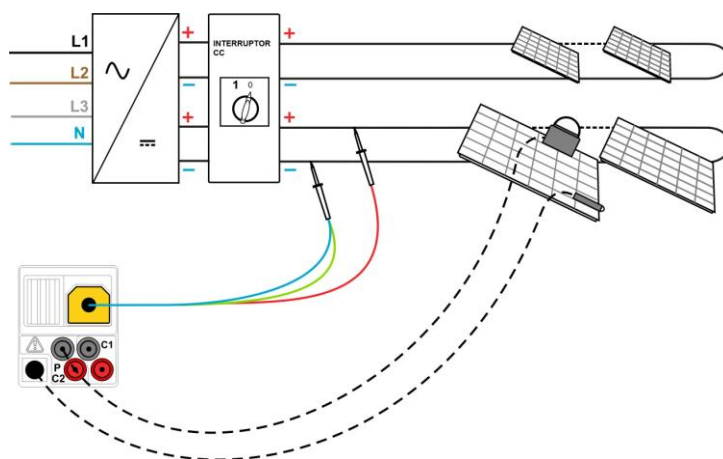
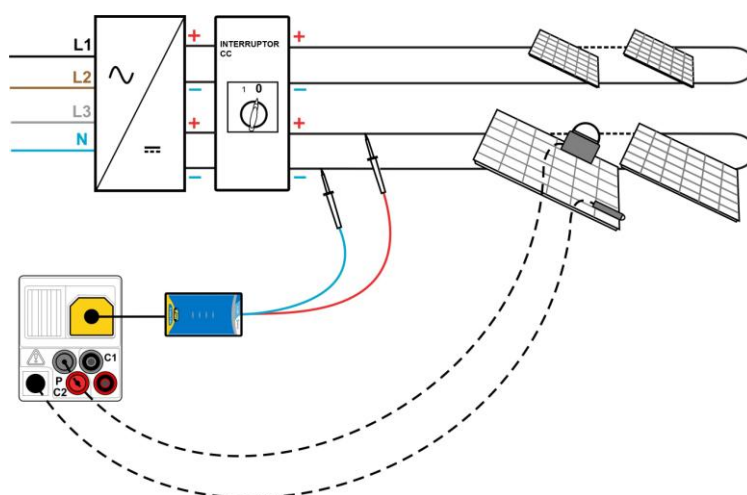

Figura 5.29: Conexión con el cable de prueba fotovoltaico universal
Figura 5.30: Conexión con la pica de seguridad fotovoltaica
- ❑ **Conecte** el cable de prueba fotovoltaico universal / la pica de seguridad fotovoltaica y los sensores (opcionales) al instrumento (vea la Figura 5.29 y la Figura 5.30).
- ❑ **Conecte** los accesorios al objeto a comprobar (vea la Figura 5.29 y la Figura 5.30).